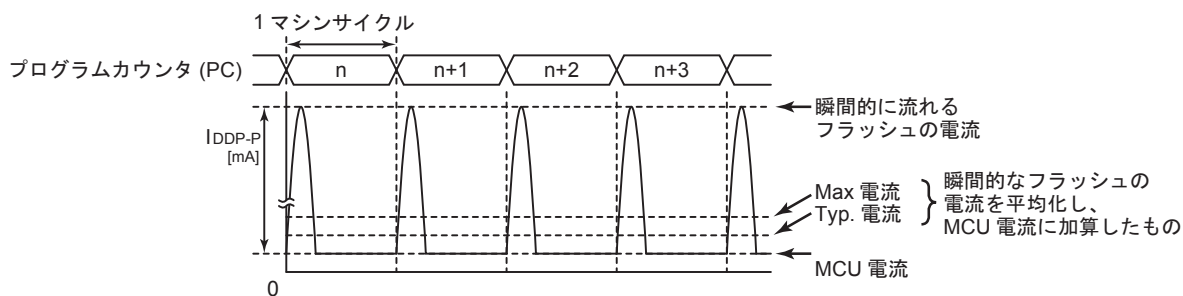

図 24-4 フラッシュメモリの間欠動作
- 注 7) フラッシュメモリでプログラムが動作しているとき、またはフラッシュメモリからデータをリードしているとき、フラッシュメモリは間欠動作を行いますので、瞬間的に図 24-4 のようなピーク電流が流れます。よってこの場合の電源電流 I_{DD} (NORMAL1/2、SLOW1 モード時)は、ピーク電流を平均化した電流値と MCU 電流の和となります。